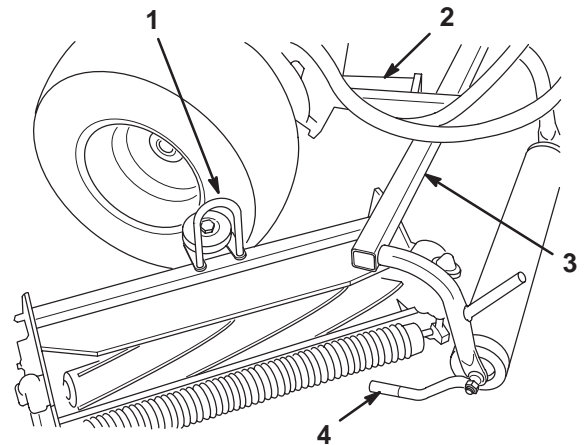

Bild 9
3. Schieben Sie die Mähwerke unter die Zuggestelle und ziehen Sie die Schlaufe an der Oberseite der Mähwerke über die Hubarme (Bild 9).